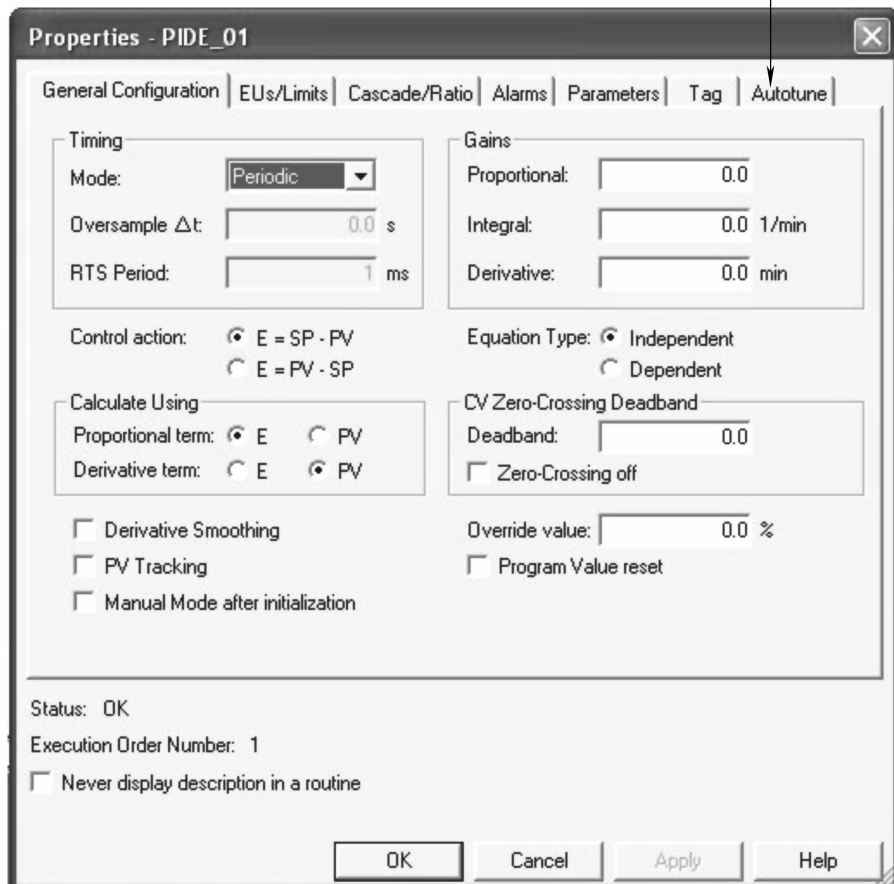

图 16-26 “整定”选项卡
1. 回到表 2/2，单击 PID 指令的属性按钮  省略号，然后单击“整定”（Autotune）选项卡，如图 16-26 所示。